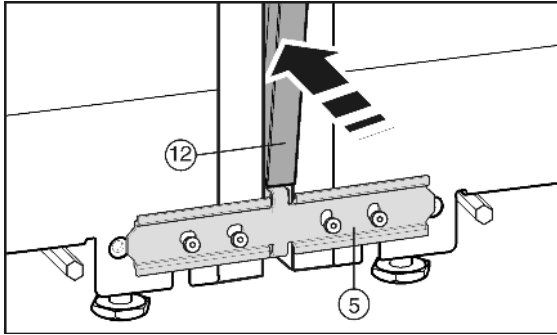

Fig. 9
Ennen suojuslistan sisäänpainamista Fig. 9 (12) purista molemmat huulokset koko pituudeltaan sisään. Näin lista on helpompi työntää rakoon. Käytä pehmeää riepua työntäessäsi listaa rakoon, jottei siihen muodostu painumia. Paina lista huolellisesti ja suoraan rakoon, jotta saadaan siisti lopputulos.
- ▶ Paina pitkä suojuslista Fig. 9 (12) etupuolella olevaan pystysuoraan rakoon. Katso, että lista on liitospellin Fig. 9 (5) päällä.